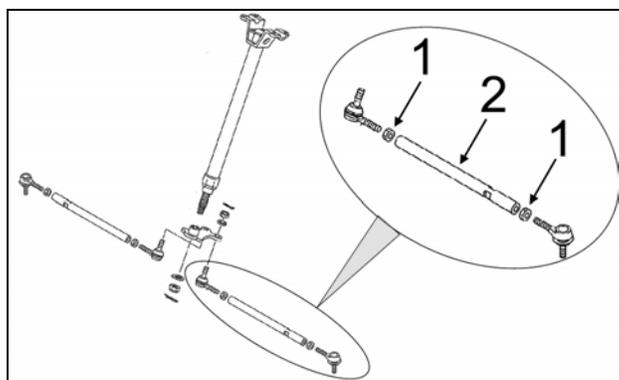

Figure 18
Pour effectuer l'ajustement sur le VTT, premièrement débloquer les écrous (1) à chaque bout des tiges d'accouplement (2) de la direction. Visser ou dévisser ensuite la tige d'accouplement (2) d'un nombre de tours égal des deux côtés du véhicule. Resserrer les écrous après avoir complété l'ajustement. Voir la Figure 18.
**ATTENTION: Lors du déblocage des écrous (1) de chaque tige d'accouplement (2) de la direction, certains écrous ont des filets inversés, assurez-vous de déblocquer l'écrou dans le bon sens.**